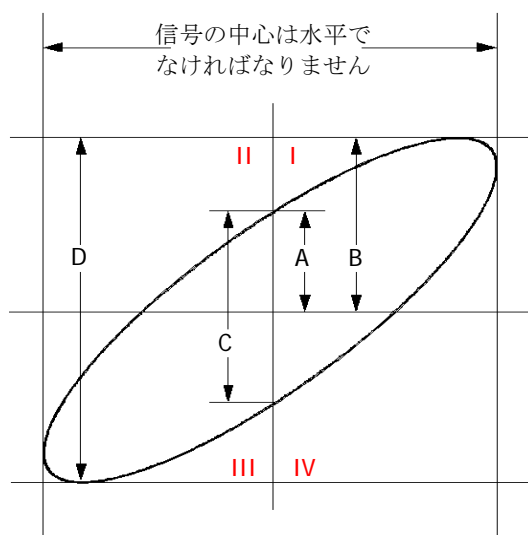

図 3-2 位相偏移の測定略図
5. 上図に示す測定結果を観察します。位相偏移の測定略図（図3-2に示す通り）に従うと、 $A/B$  ( $C/D$ ) = 1 となります。よって、位相偏移角は  $\theta = \pm \arcsin 1 = 90^\circ$  となります。